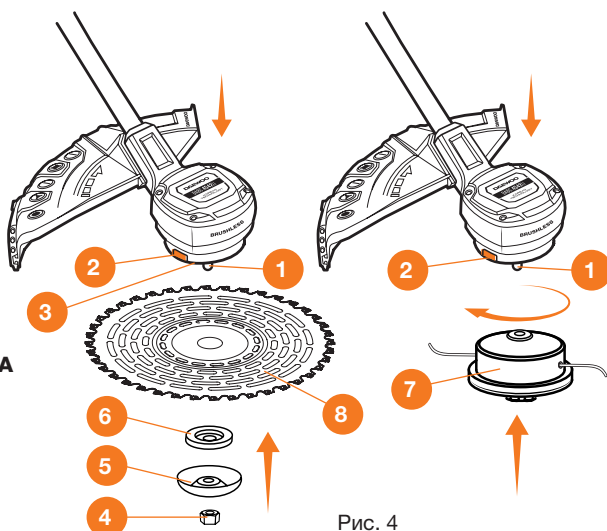

Рис. 4
- Зафиксируйте вал шпинделя **1** нажатием кнопки **2** на корпусе мотора (Рис. 4).
- Повторите пункты 1-3 установки триммерной катушки **7** (Рис. 4).